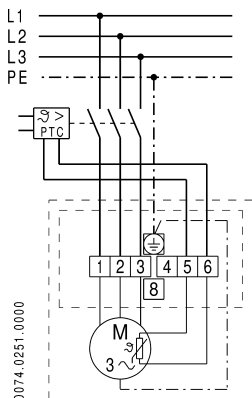

Figura 2: Schema di collegamento
La temperatura nel motore del ventilatore è sorvegliata per mezzo di termistori PTC. I termistori PTC (morsetti 5 e 6 nella cassetta terminale, figura 2) devono essere collegati ad un sistema di scatto (dispositivo di sicurezza secondo la Direttiva 94/9/CE), che stacchi durevolmente il ventilatore dalla rete in caso di temperature troppo alte.
Il ventilatore all'origine è collegato in modo che nel collegamento alla rete, eseguito come nello schema di collegamento (figura 2), fornisca la massima portata possibile. Nella versione standard risultano in tal caso il senso di rotazione e di mandata secondo la tab. 2.
- Il senso di mandata può essere invertito. A tale scopo, a differenza dalla figura 2, la linea di rete L2 deve essere collegata al morsetto 1 e la linea L1 al morsetto 2 (inversione dei conduttori di fase) (figura 2). Prestare attenzione che in seguito a ciò